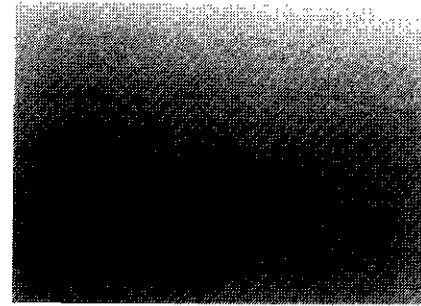

Fig. 5
2. **Grazing** : of haarscheurvorming. Kleine scheurtjes die in een eerste stadium lijken op parallelle krassen en uiteindelijk volledig door de gel-coat gaan en meestal in één richting uitgelijnd zijn (Fig. 5).